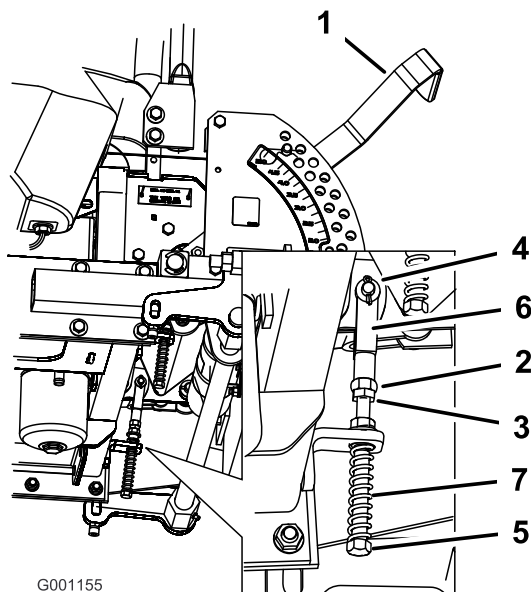

Figura 96
8. Se occorre regolare, allentate il dado e il controdado contro la forcella (Figura 96).
9. Premendo leggermente indietro la leva di controllo del movimento, girate la testa del bullone di regolazione nella direzione opportuna finché la leva di controllo non si trova al centro, in posizione di BLOCCO IN FOLLE (Figura 96).
10. Serrate il dado e il controdado (Figura 96).